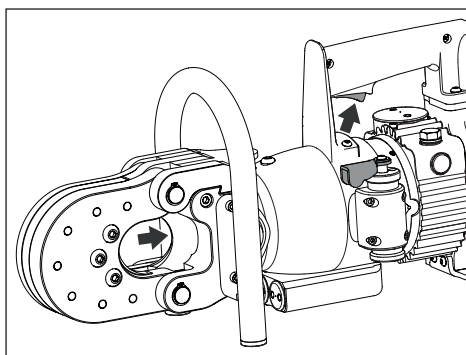

Figura 7, Ritorno pistone
- Con la leva in posizione 2, tenere premuto l'interruttore per retrainare il pistone e fare arretrare la lama mobile. Vedere la figura 7.